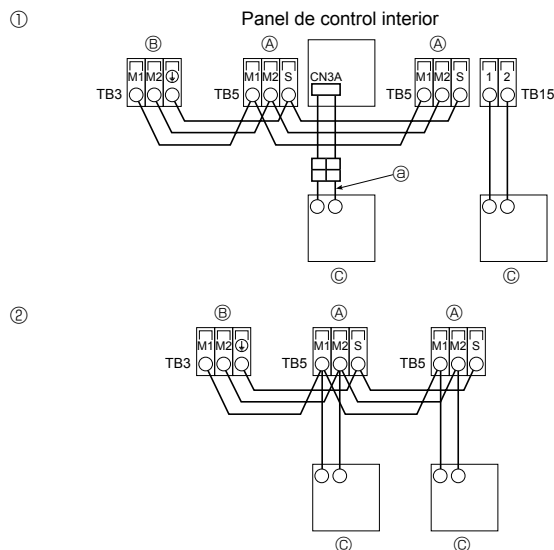

Fig. 7-3
7.4. Conexión de los cables de transmisión del mando a distancia y de las unidades exterior e interior (Fig. 7-3)
① Mando a distancia MA